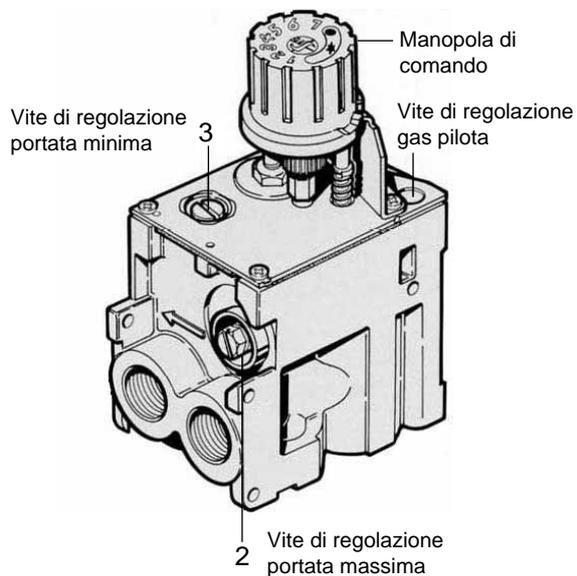
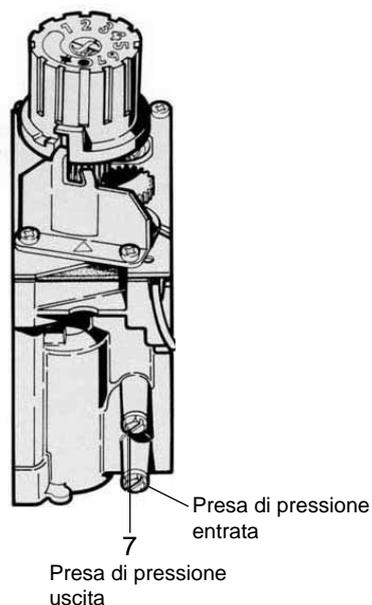

Fig. 8
Fig. 9
Regolazione di portata (fig. 8):
- Agire con un cacciavite sulla vite di regolazione portata massima (2) (Fig.8), avvitando a battuta, ruotare in senso antiorario la stessa vite (2) facendo attenzione di effettuare al massimo due giri. In tal modo la stufa funzionerà con il regolatore di pressione montato sulla bombola che deve essere tarato a 30mbar;
- Partendo dalla posizione 7 della manopola valvola ,ruotare la manopola in senso orario fino alla posizione di minima portata (appena prima dello scatto di chiusura),agire con un cacciavite sulla vite di regolazione portata minima (3) (Fig.8),in senso antiorario per aumentare la pressione fino a 6mbar, verificandolo dalla presa di pressione in uscita(fig.9) posiz.7 con apposito strumento.